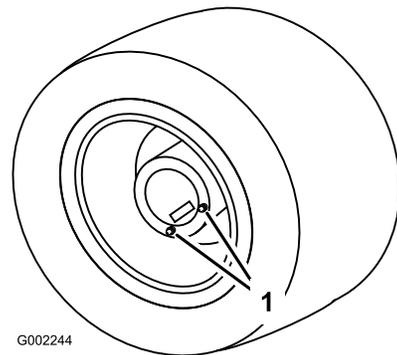

Figura 81
1. Coloque el fumigador sobre una superficie nivelada, con las ruedas traseras posicionadas según se muestra en Figura 81.
- Coloque un recipiente de vaciado debajo de los tapones de vaciado y retírelos de la rueda (Figura 81).